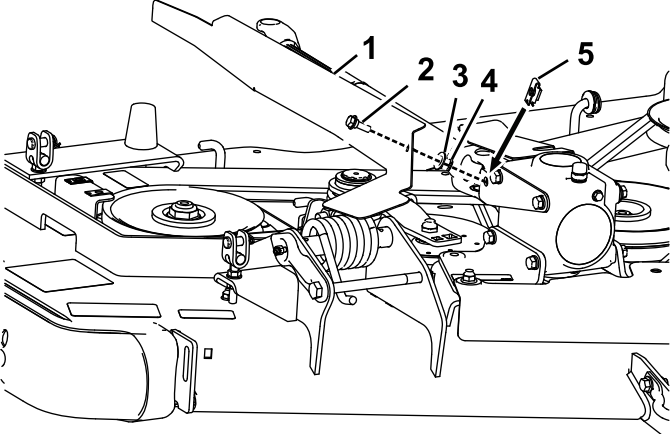

Figura 8
1. Instale la tuerca de retención sobre el taladro vacío del soporte de giro (Figura 8).
2. Instale el tornillo de cuello largo, la arandela plana y la tuerca rápida en el protector del árbol de transmisión (Figura 8).
3. Mientras inserta el extremo del protector del árbol de transmisión en el soporte del protector, que se ensambló en el procedimiento 5, sujete el otro extremo del protector a la tuerca de retención del soporte de giro con el tornillo de cuello largo (Figura 8).